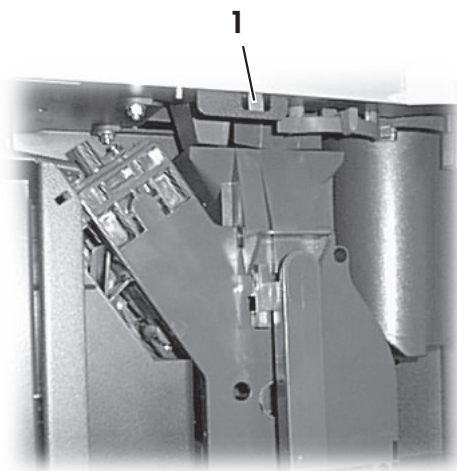

Abb. 4
- Ein Mikroschalter (Bez. **1**, Abb. 4) unterbricht automatisch die Stromzufuhr, wenn die seitliche Tür geöffnet wird.